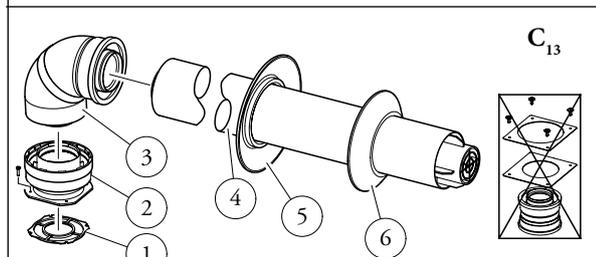

Fig. 1-15
**Kit orizzontali di aspirazione - scarico Ø 80/125.** Montaggio kit (Fig. 1-15): per l'installazione del kit Ø 80/125 occorre utilizzare il kit adattatore flangiato per poter installare il sistema fumario Ø 80/125. Installare l'adattatore flangiato (2) sul foro centrale della caldaia interponendo la guarnizione (1) posizionandola con le sporgenze circolari verso il basso a contatto con la flangia